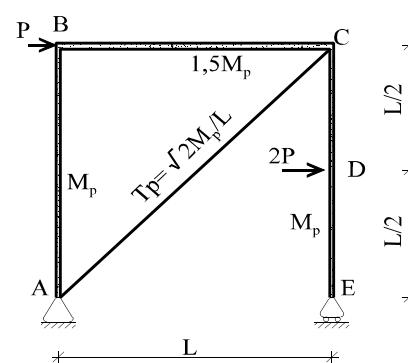

Figura 11
11) El pórtico atirantado de la figura 11 está constituido por tres vigas, con distintos momentos de plastificación, y un tirante, cuyo axil de plastificación se da en la figura. Se pide: